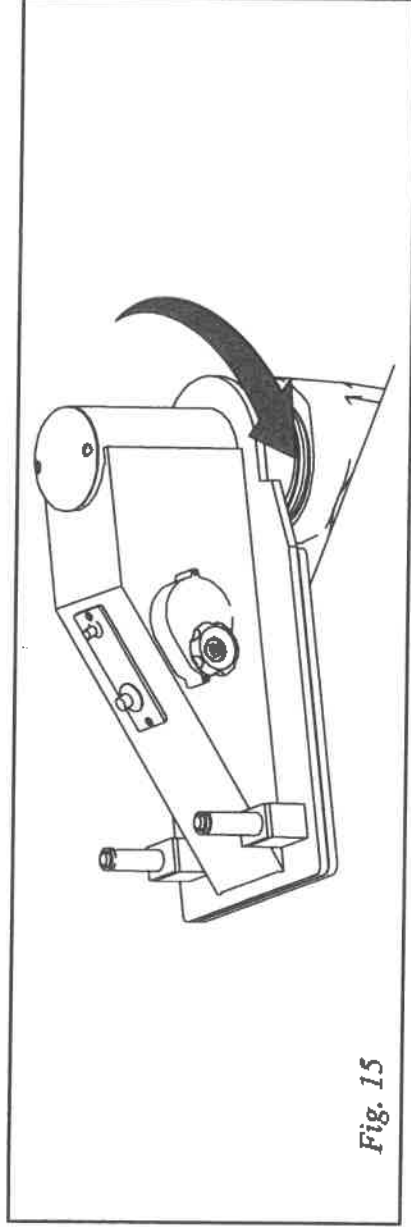

Fig. 15
- c) nettoyer avec un drap (qui ne laisse pas de filaments du tissu) la bague d'étanchéité lubrification canne (code 01001367, tav. 2) des résidus et poudres du matériel découpé chaque mois (Fig. 15);